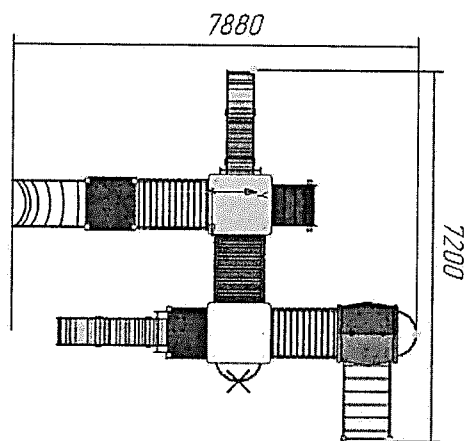

Рис. 3 Габарит в плане
17.5. Габаритные размеры приведены на рис. 3 и 4.